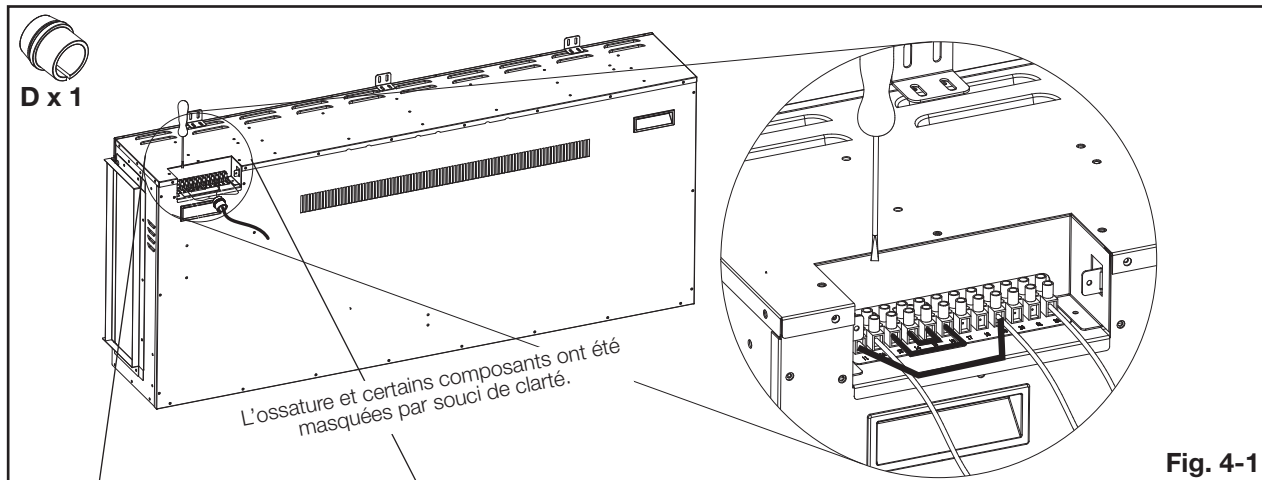

Fig. 4-1
4. Insérez les fils d'alimentation de votre maison à travers le couvercle du bornier avec le soulagement de traction (fourni) et localisez les fils au endroit du bornier basé sur sélection de tension désiré (**Fig. 4-1 ou 4-3**).